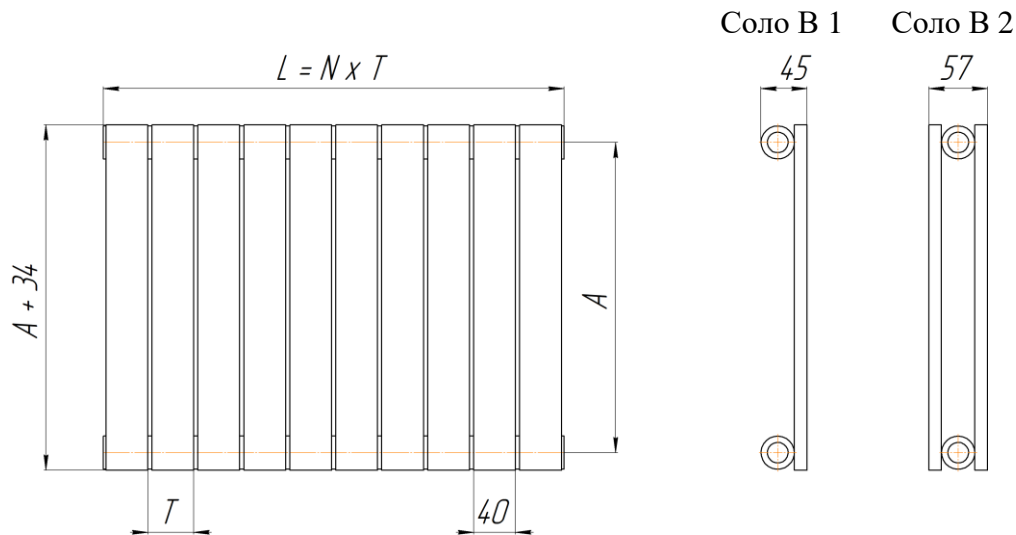

Рис. 1 Т – шаг (Т = 44 мм), N – количество секций.
2.1. Основные размеры и параметры радиаторов приведены на рис.1 и в таблице.